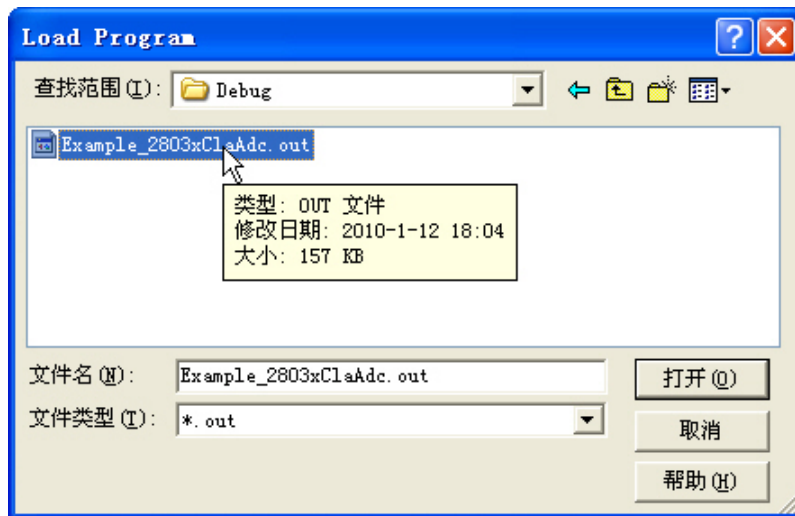
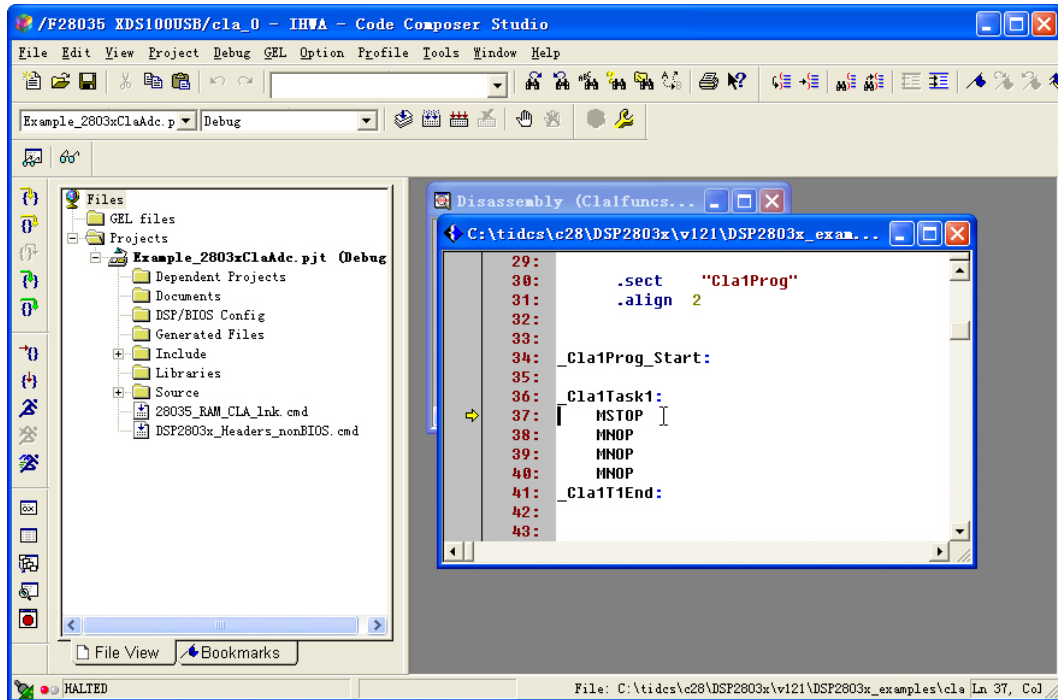

图 3.12 加载 CLA 代码
图 3.13 加载成功
3.11所示。然后加载CLA程序，如图 3.12所示。加载成功后出现如图 3.13所示的界面。